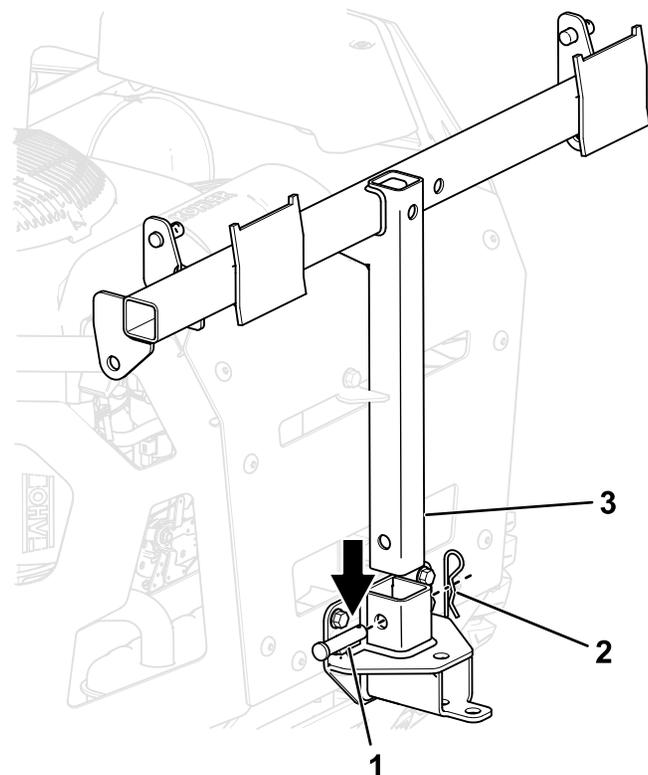

**Рисунок 14**
3. Установите монтажный кронштейн травосборника на машине, как показано на Рисунок 14.